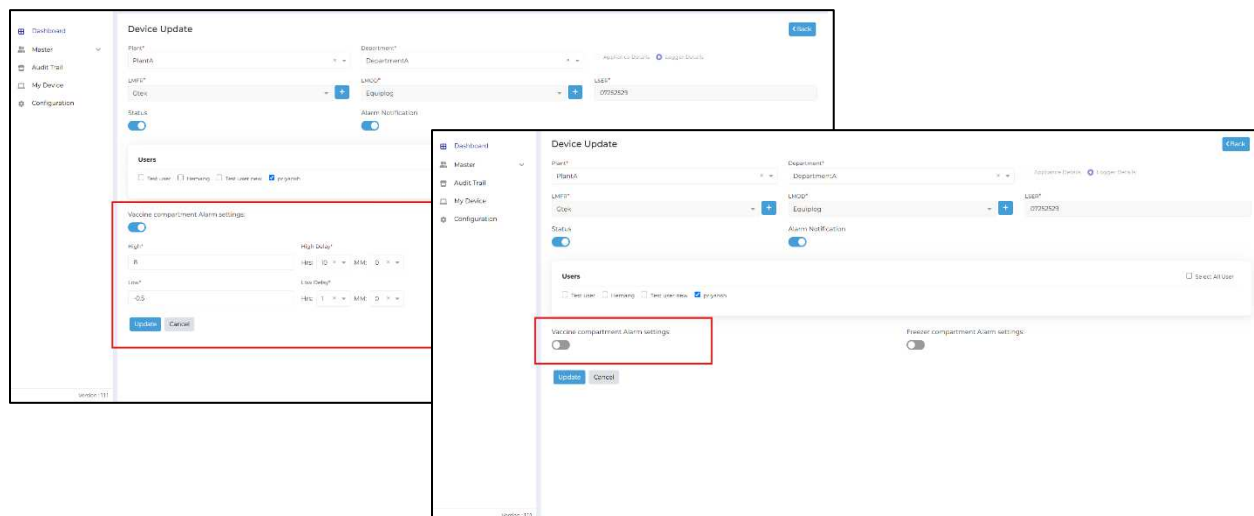

图 62 禁用/启用所选设备的警报监视器
- 在设备编辑选项中,用户可以禁用警报监控,方法是单击"疫苗"和/或"冷冻室警报"设置的滑块按钮,然后单击"更新"按钮将命令发送到设备,如图 62 所示。